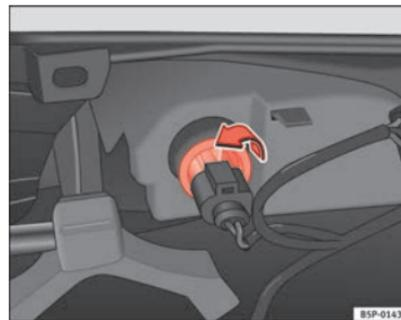

Abb. 200 Leuchte von der Innenseite des Stoßfängers aus gesehen
- Drehen Sie den Lampenträger nach links und nehmen Sie ihn in Pfeilrichtung ab ⇒ Abb. 200. ►